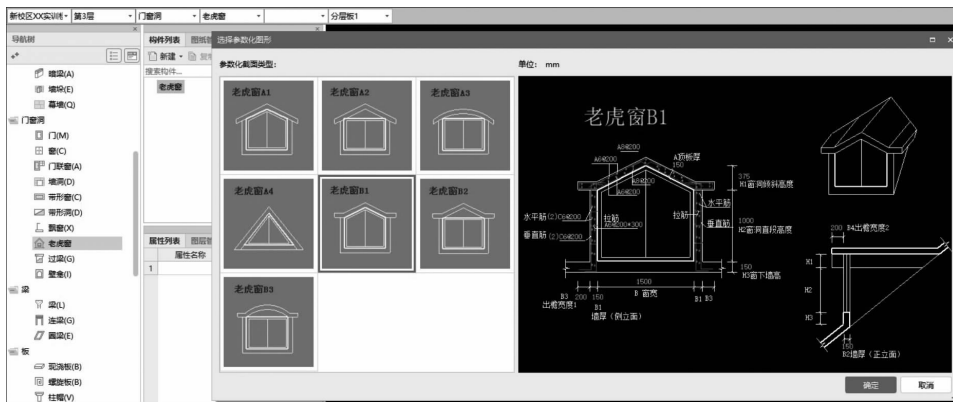

图 1-7 飘窗、老虎窗等构件
③飘窗、老虎窗等构件。在 BIM 钢筋抽样 GGJ2013 中无法定义工程中的飘窗、老虎窗等构件(见图 1-7),需要用其他构件代替处理。因此,飘窗、老虎窗等构件用 BIM 钢筋抽样 GGJ2013 与 BIM 土建算量 GCL2013 软件,均需要变通处理,且较烦琐,效率低。